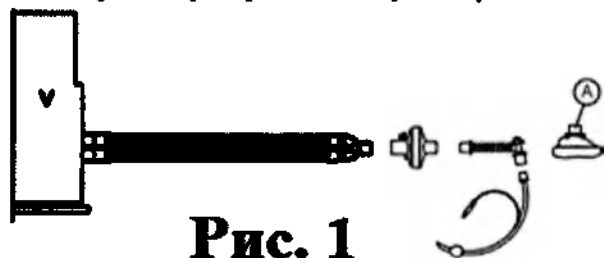

Рис. 1
9. Информация о порядке установки, монтажа, настройки, калибровки и иных действиях, необходимых для ввода медицинского изделия в эксплуатацию	УКАЗАНИЯ ПО ПРИМЕНЕНИЮ: 1. Извлеките контур из защитной упаковки. 2. Непосредственно перед практическим применением на больном необходимо визуально обследовать все компоненты контура и провести их тщательную проверку функционирования и подачу газа. 3. Проверьте целостность контура под давлением. 4. Подключите контур к вентилятору и соедините его с больным. Обращайте особое внимание на следующие моменты: a. при наличии линии мониторинга давления ее необходимо подключать к порту давления на тройниковом соединителе больного и к порту давления устройства вентиляции легких. Если такая линия не нужна, герметично закройте порт давления на тройниковом соединителе больного соответствующей заглушкой. b. Если необходим мониторинг температуры, извлеките заглушку из порта и установите в него температурный датчик. В тот период, когда температурный датчик не используется, закрывайте порт заглушкой. c. Контур ППДД (при постоянном потоке): в тройниковом адаптере больного (по схеме Т или Y) порт выдоха, расположенный напротив потока подачи газа, всегда должен быть открыт; закупорка или частичная непроходимость этого порта может обернуться для больного тяжелыми последствиями, вплоть до смертельного исхода. Идентификация вещества, содержащегося или имеющегося в продукте либо упаковке. Идентификация вещества, не содержащегося или не имеющегося в продукте либо упаковке. ru 30 d. Если контур снабжен влагоуловителем, то этот элемент необходимо расположить в самой нижней точке инспираторной или экспираторной ветви контура. Как можно чаще контролируйте уровень жидкости в влагоуловителе и, по мере необходимости, опорожняйте это устройство; после каждой подобной процедуры проверяйте, надежно ли восстановлена герметичность влагоуловителя. Удаляйте жидкие отходы в соответствии с принятыми в данном медицинском учреждении правилами. e. Контур может иметь односторонние клапаны; перед использованием таких клапанов в работе проверяйте их на рабочую функцию и направление потока. f. Если контур имеет в экспираторной линии клапан (PEEP), проверяйте функционирование этого клапана, поворачивая регулировочное кольцо. Ограничение давления достигается поворотом регулировочного кольца против часовой стрелки. Контролируйте заданное давление (в диапазоне от 5 до 20 см водного столба) при помощи манометра. g. Надувная маска (точка А на рис. 1) снабжена подушкой, регулирующей клапан давления. При необходимости